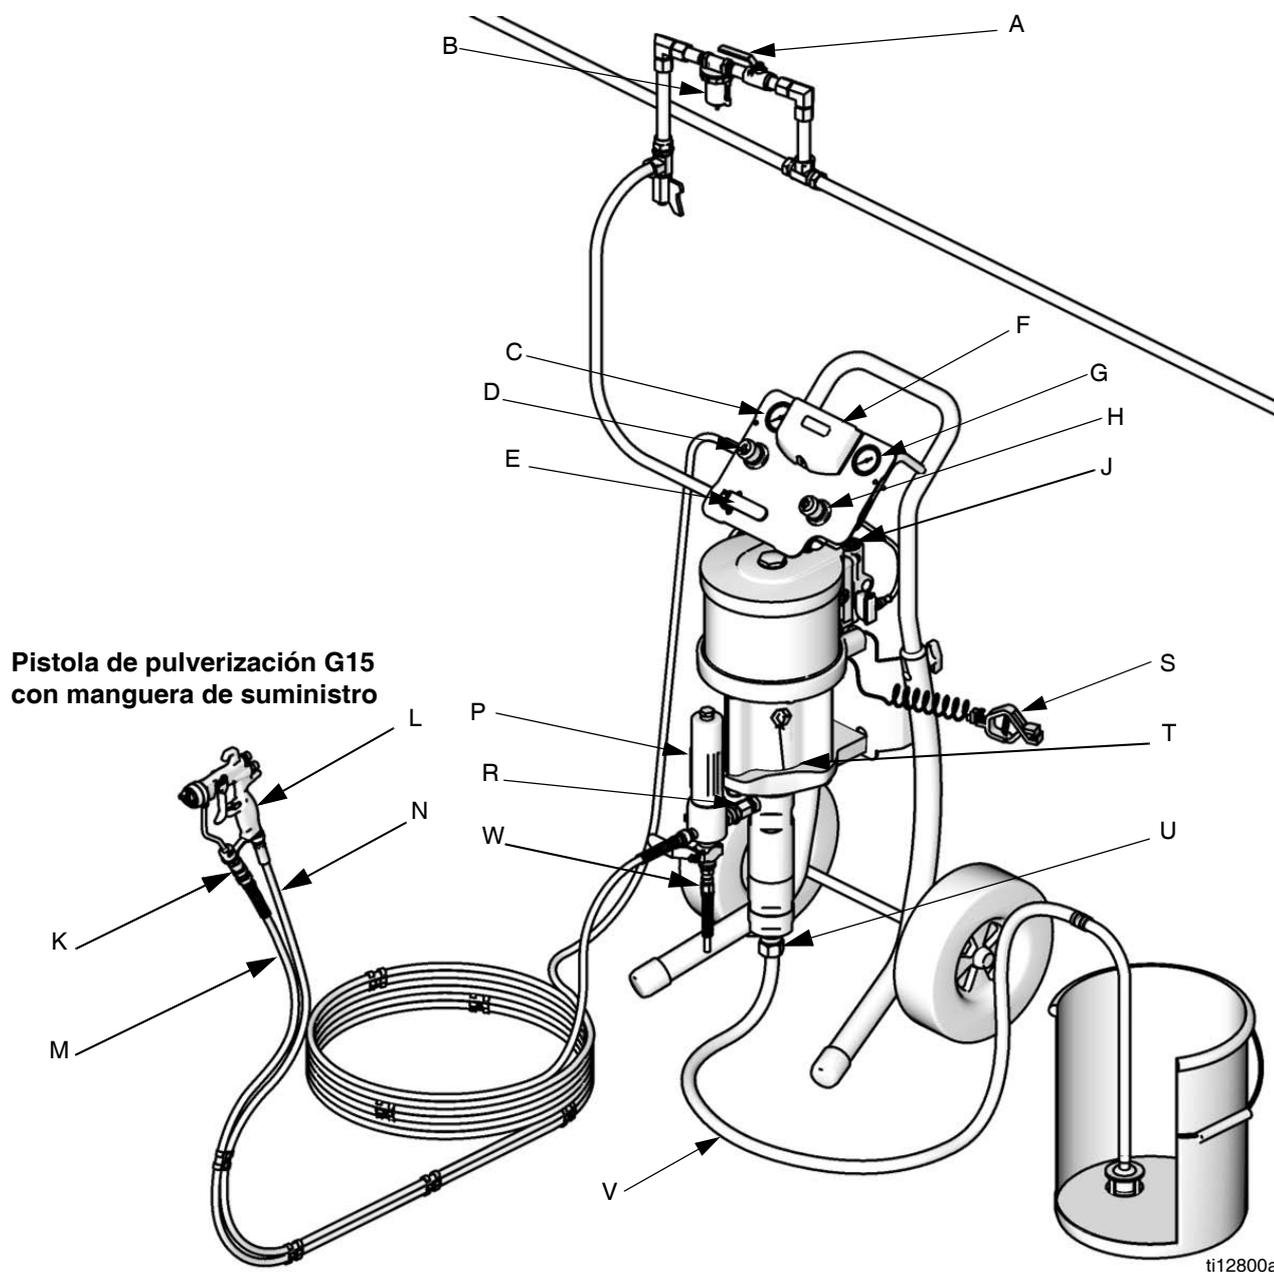

FIG. 1. Instalación típica (su sistema puede no incluir todos los elementos mostrados).
La FIG. 1 es solo una guía para la selección e instalación de los componentes y accesorios del sistema. Comuníquese con el distribuidor Graco para obtener ayuda para diseñar un sistema adecuado a sus necesidades particulares.
Vea la FIG. 1. **Los componentes varían según el conjunto pedido.** Vea las tablas en las páginas 6 a 14 El conjunto puede incluir:
Instale los siguientes accesorios en el orden mostrado en la FIG. 1, usando adaptadores como sea necesario.
1. Vea la FIG. 1. Fije el extremo de la manguera de fluido azul (M) en la salida de la bomba (R) o la salida del filtro (P).
2. Fije un extremo de la manguera de aire (N) en el regulador de aire de la pistola (D).
3. Fije el otro extremo de la manguera de aire (N) en la entrada de aire de la base de la pistola (L).
4. Fije la unión giratoria (K) en la entrada de fluido de la pistola.
5. Fije el otro extremo de la manguera azul de fluido (M) en la unión giratoria de la pistola (K).
2. Vea la FIG. 1. Cierre la válvula de aire principal de purga (D).
1. Vea la FIG. 1. Enganche el seguro del gatillo de la pistola. Retire el protector de la boquilla y la boquilla de pulverización de la pistola (L). Vea el manual de la pistola.
2. Cierre el regulador de aire de la pistola (D) y el regulador de aire de la bomba (H) girando las perillas en sentido contrahorario para reducir la presión a cero. Cierre la válvula de aire tipo de purga (E). Verifique también que todas las válvulas de drenaje estén cerradas.
3. Conecte la tubería de aire en la válvula de aire tipo de purga (D).
6. Sostenga firmemente una parte metálica de la pistola (L) contra el costado de un cubo metálico conectado a tierra, quite el seguro del gatillo y mantenga abierto el gatillo.
8. Abra la válvula de aire de purga (E). Gire lentamente en sentido horario el regulador de aire de la bomba (H) aumentando la presión hasta que arranque la bomba.